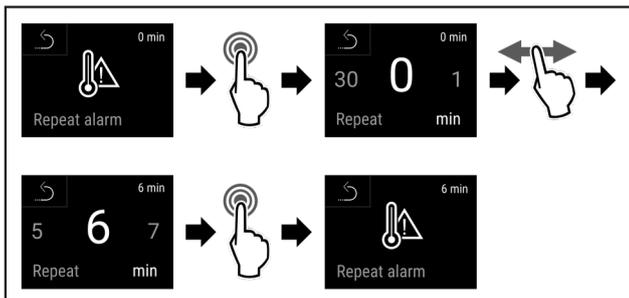

Fig. 143
- u Handlungsschritte (siehe Fig. 143) durchführen.